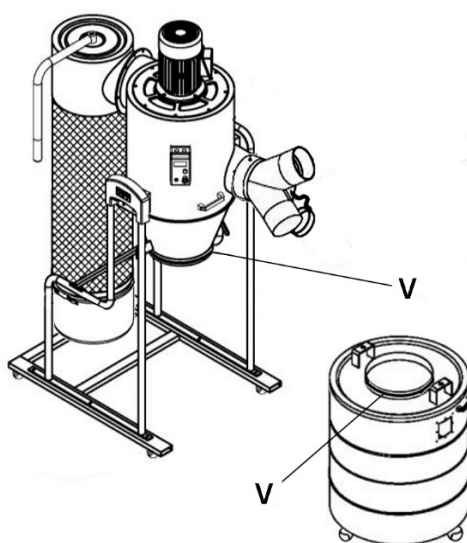

Figure 11
15. Appliquez le ruban en mousse (V) autour de l'entonnoir juste au-dessus de son coin inférieur. Voir la Figure 11. Le ruban en mousse doit entourer complètement l'entonnoir.
16. Appliquez le ruban en mousse (V) autour de la lèvre extérieure de l'ouverture du cylindre. La mousse doit entourer complètement la lèvre.